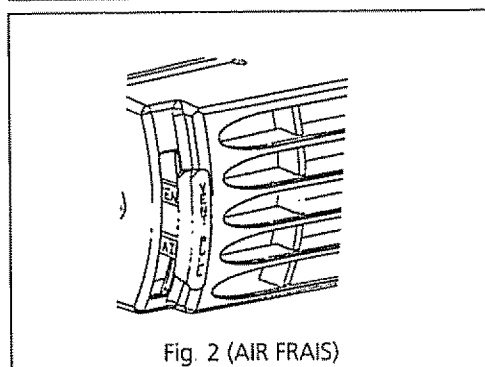

Fig 2 (AIR FRAIS)
Montage de la partie avant – Certains modèles à écoulement d'air latéral (FIG. 2)
- Fixer à l'aide de la ou des vis de retenue au bas du panneau (Fig 1), ou derrière la poignée du filtre (Fig 2).
- Les modèles avec volets à 6 directions possèdent un filtre qui se glisse vers l'extérieur. Saisissez la poignée moulée dans le filtre et tirez-la vers la gauche pour le sortir du panneau avant (figure 2)